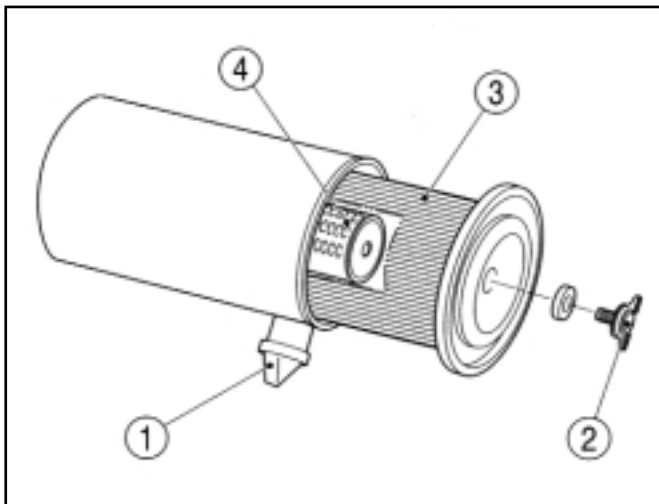

FIG. 110 / ABB. 110 / FIG. 110
Ouvrez le clapet (1) dans la Fig. 110 chaque jour pour purger la poussière. Pressez le clapet avec les doigts pour faire sortir la poussière accumulée.
Enlevez le panneau latéral gauche du capot pour avoir accès au filtre à air (3) dans la Fig. 110: Le filtre à air se compose d'un élément extérieur pour filtrer les particules de poussière de l'air d'admission. Un deuxième élément intérieur (4) (uniquement pour le TK546) a été monté pour éviter les dommages au moteur si l'élément extérieur était endommagé ou fissuré. Le séparateur de poussière (1) capte les poussières qui tombent de l'élément extérieur.
1. Dévissez l'écrou papillon (2) et enlevez l'élément principal extérieur (3).
Den in Abb. 110 gezeigten Staubabscheider (1) täglich kontrollieren. Den Abscheider mit den Fingern zusammendrücken, um angesammelten Staub zu entleeren.
Die linke Seitenhaube abnehmen, um Zugang zum Luftfilter (3) in Abb. 110 zu bekommen. Der Filter beinhaltet ein äußeres Element, das Staub aus der Ansaugluft filtert. Ein zweites, inneres Element (4) (nur für TK546) schützt den Motor bei Beschädigung oder Rissen im äußeren Filter. Der Staubabscheider (1) sammelt den Staub, der vom äußeren Element herunterfällt.
1. Die mittlere Flügelmutter (2) abschrauben und das äußere Hauptelement (3) her ausziehen.
Controleer de stofafscheider (1) in Fig.110. Knijp met de vingers in de stofafscheider om het opgehoopte stof te verwijderen.
Verwijder het linkerzijpaneel van de motorkap om bij de luchtfilter (3) in Fig.110 te kunnen. De luchtfilter bestaat uit een droog buitenelement dat het vuil uit de aangezogen lucht filtert.